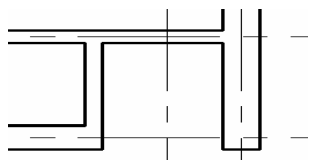

图 5-13
(10)单击【绘图】工具栏上的按钮,工具栏上的、按钮,为厨房和卫生间部分开门洞。如图 5-13 所示。